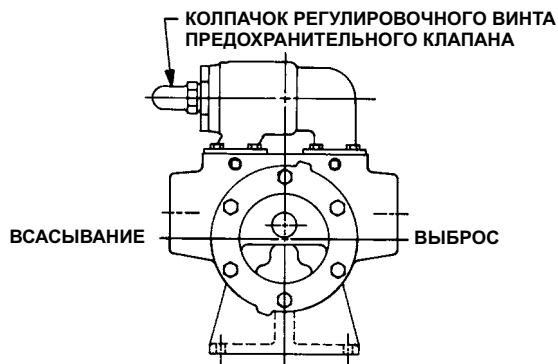

РИСУНОК 5
4. Колпачок регулировочного винта предохранительного клапана всегда должен быть направлен в сторону входного канала насоса. При изменении направления вращения насоса, снимите предохранительный клапан и поверните в противоположную сторону. См. рис. 5.